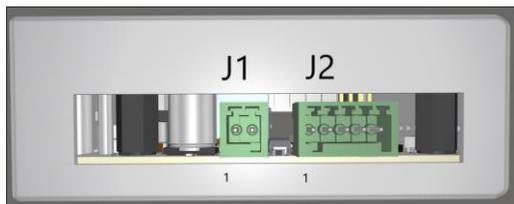

FIG. 1
- 1 Connettore per l'alimentazione (J1) (FIG. 1):
- 1 Connettore di comunicazione su bus EIA RS-485 (J2) (FIG. 1):